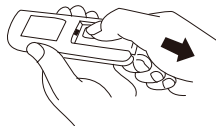

Fig. 3
d) Risque d'incendie. Remplacez le fusible uniquement par un fusible de 2,5 A, 125 V. (Fig. 3)